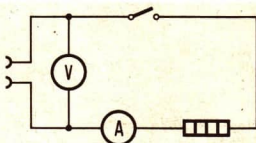

Bild 68/1 Bestimmung der Leistung einer elektrischen Kochplatte
- 31 Wir wollen die Leistung einer elektrischen Kochplatte bestimmen. Demnach müssen wir die Spannung U messen, die an der Kochplatte liegt, und die Stromstärke I . Dazu schalten wir einen Strommesser in den Stromkreis und einen Spannungsmesser an die Buchsen der Kochplatte (Bild 68/1).